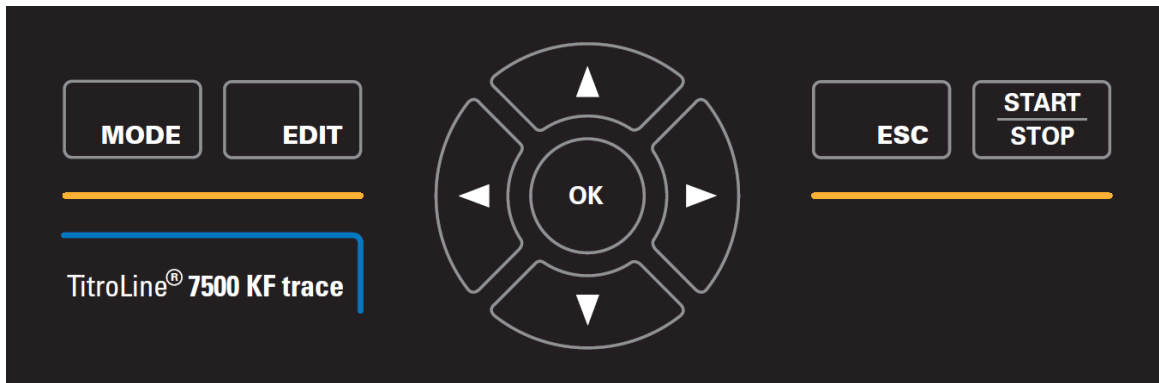

Abb. 16
**i** Mit Ausnahme von alphanumerischen Eingaben (a-z, A-Z, 0-9) und einigen wenigen Funktionen, können alle Funktionen auch über die Fronttastatur (Abb. 16) ausgeführt werden.